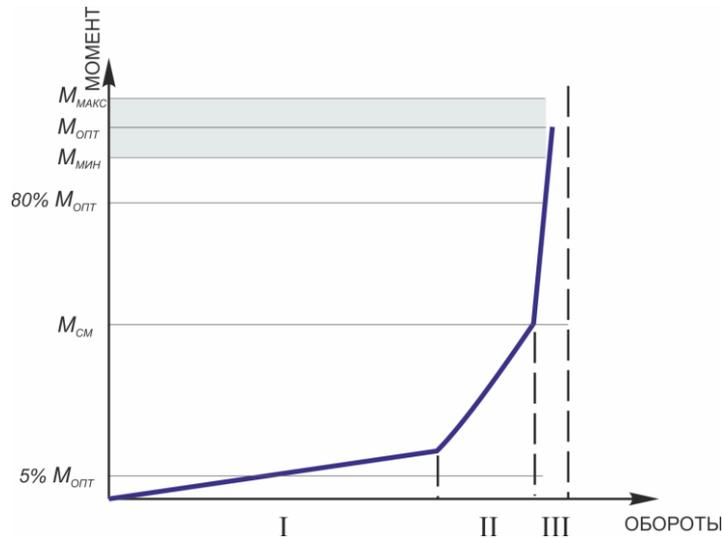

Рисунок 10
6.3.17 При достижении значения окончательного момента свинчивания равного значению  $M_{\text{макс}}$  допустимо докрепление муфты со стороны заводского соединения, при условии сохранения характера диаграммы свинчивания (рисунок 10). Для уменьшения вероятности докрепление муфты значение окончательного момента должны находиться в пределах от  $M_{\text{мин}}$  до  $M_{\text{опт}}$ .
6.4.2.1 При правильном свинчивании резьбового соединения и соответствии всех его геометрических параметров установленным требованиям нормативной документации, на диаграмме свинчивания рисунок 10 четко прослеживаются участки, соответствующие росту крутящего момента при сопряжении резьбы (участок I), резьбы и уплотнительного элемента (участок II), резьбы, уплотнительного и упорного элементов (участок III).